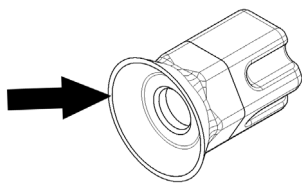

figura 20
**2 Cada mes:** comprobar que la guarnición del empalme hexagonal no esté desgastada. Si lo estuviera, sustituir el empalme con una pieza de recambio original del fabricante (ver figura 20).